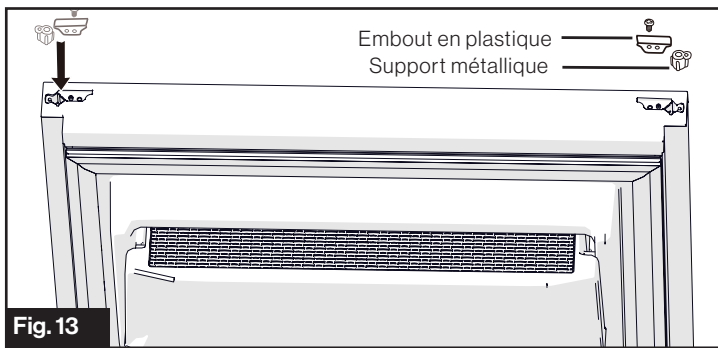

Fig. 13
- Inversez le support métallique et la douille en plastique au bas de la porte du réfrigérateur. (Fig. 13)